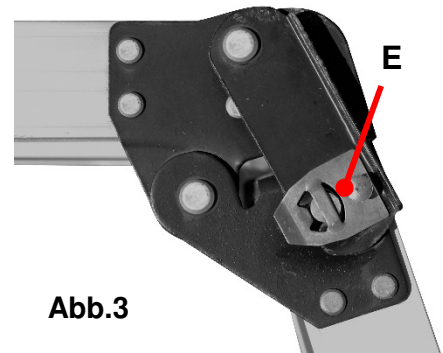

Abb.3
Achtung: Das Verriegelungsblech (E) muss hinter dem Sicherungszapfen einrasten (Abb.3).